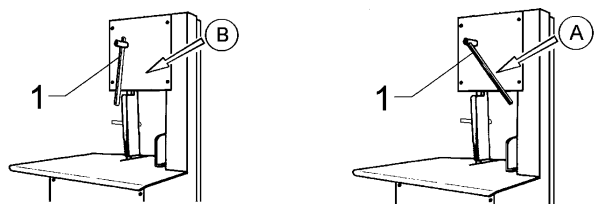

Fig. 7.6.1
7.6.1 Réglage de la tension de la lame (Fig. 7.6.1)
Avec le levier sur la position "A" (Fig. 7.6.1) la lame est tendue.
- Tendre la lame en tournant le levier et en le plaçant sur la position "A" (Fig.7.6.1).